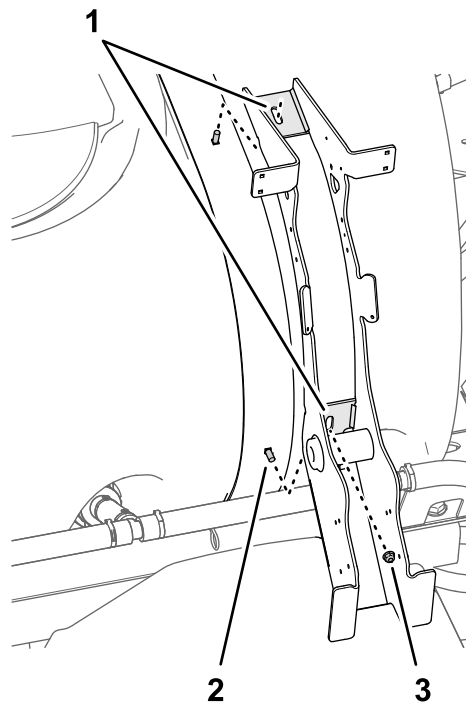

Figura 13
2. Allineate le scanalature nel supporto del nebulizzatore ai 2 bulloni a testa tonda inferiori della cinghia posteriore del serbatoio, come illustrato nella Figura 13.
3. Montate, senza serrarlo, il dado di bloccaggio flangiato (5/16") sul bullone a testa tonda inferiore (Figura 13).